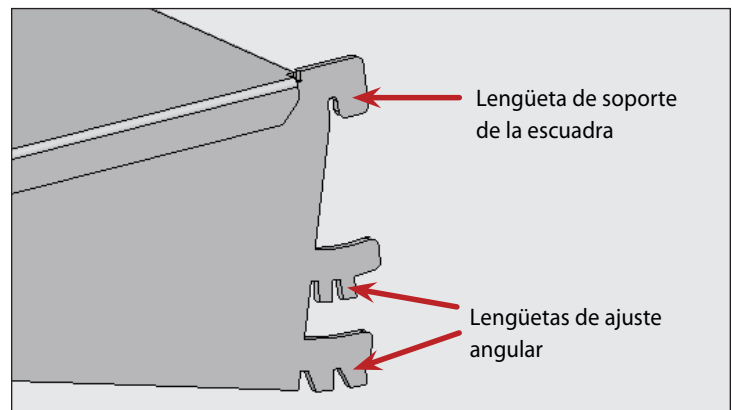

Fig. 2. Identificación de estante cantilever.
2. Levante la parte frontal del estante y enganche la lengüeta de soporte de la escuadra del estante en las muescas del estándar del estante. Véanse las figs. 2 y 3.